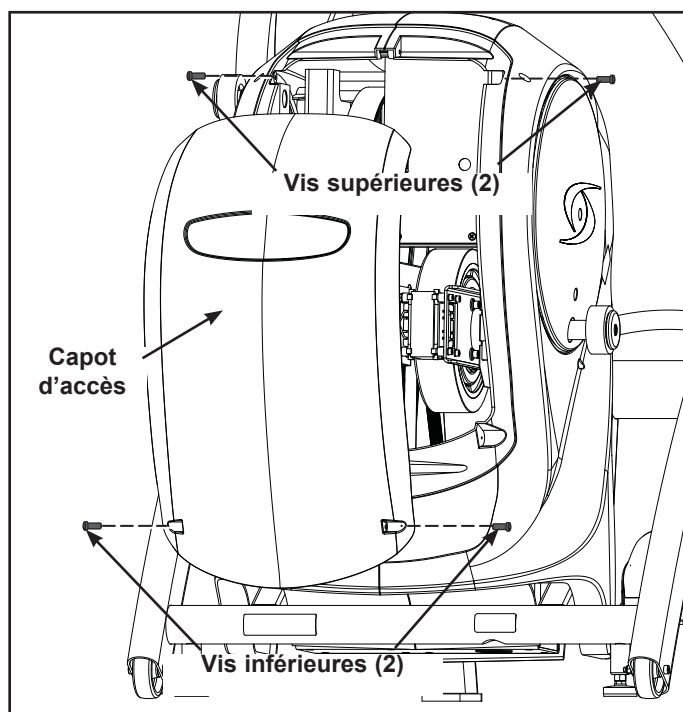

Figure 1
1. À l'aide d'un tournevis Phillips, serrez les deux vis inférieures fixant le capot d'accès. Reportez-vous à la figure 1.
2. À l'aide d'un tournevis Phillips, serrez les deux vis supérieures fixant le capot d'accès. Reportez-vous à la figure 1.